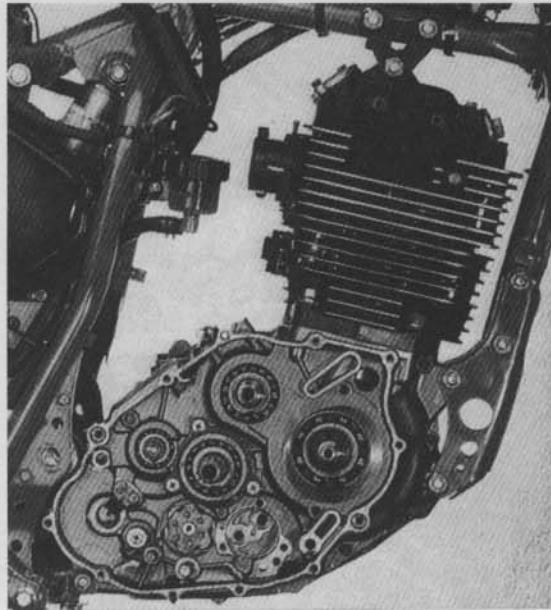

Bild 123
- Bild 123 zeigt noch verbleibende Verbindungen von Rahmen und Motor – nach Schwingachsen-Demontage (Seite 71)! Hinterrad und Schwinge selber brauchen nicht ausgebaut werden. Schwingachse nur soweit herausziehen, bis Motorgehäuse frei ist. Dabei von links Rundmaterial zur provisorischen Lagerung der Schwinge nachführen.
- Sämtliche Motorbefestigungen in Bild 123 (selbstsichernde Muttern, die wiederverwendet werden können, sofern es sich um solche mit Federstahlsicherungsringen handelt) ausdrehen und Motor (ca. 30 kg) seitlich herausheben.
- Sämtliche Schraubverbindungen (Bild 123) anziehen (64 Nm).